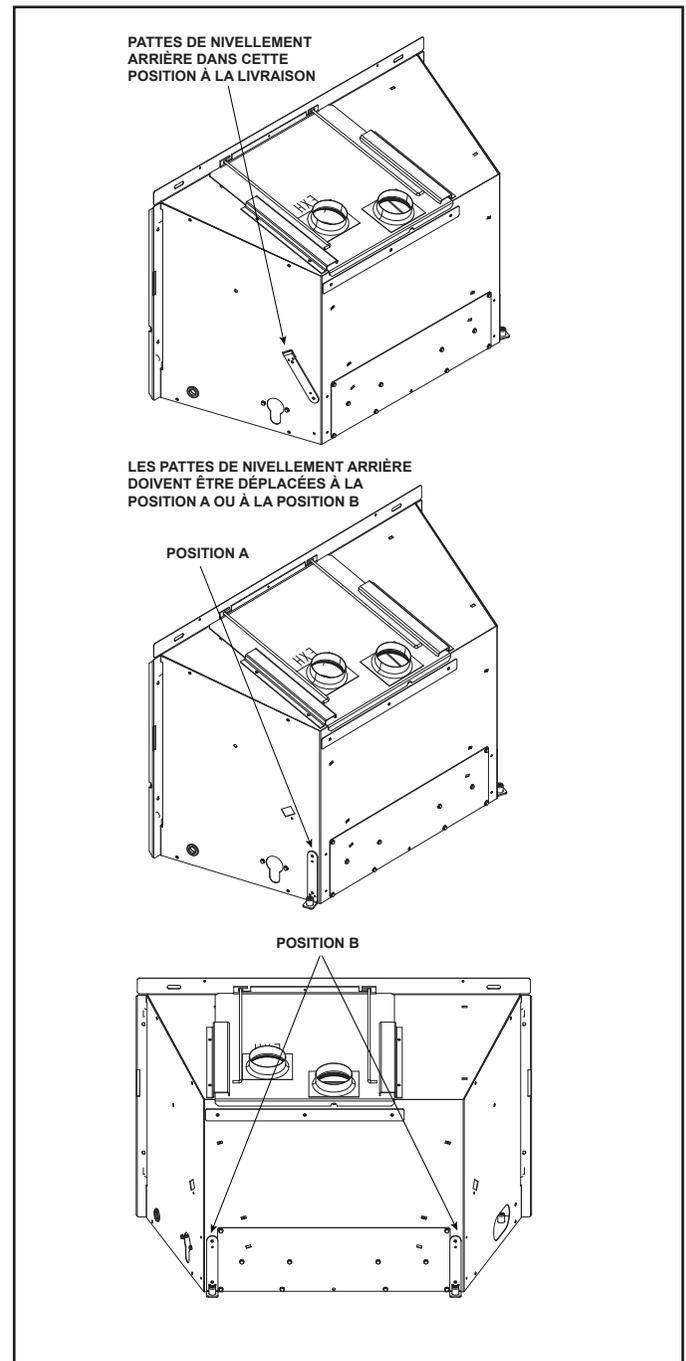

Figure 8.3
- Enlevez les pattes de nivellement arrière de la position de transport et les déplacer à une des positions montrées à la Figure 8.3. Déposez les deux vis fixant la patte de nivellement sur le côté du poêle. Retournez la patte de nivellement afin que le pied soit orienté vers l'extérieur et le bas. Alignez les deux trous de la patte avec les trous dans le poêle et fixez-la avec les vis. Voir la Figure 8.3.